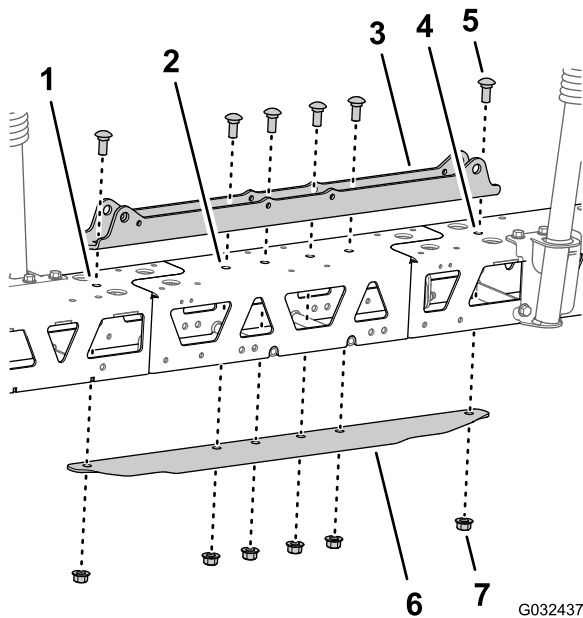

Figure 55
5. Placez les trous du support de vérin en face des trous dans l'axe du cadre en treillis et de l'extension de rampe centrale (Figure 55).
- Insérez la plaque de liaison dans le cadre en treillis et l'extension de rampe centrale, et alignez le trou dans la plaque de liaison et les trous dans l'axe des cadres en treillis et de l'extension de rampe centrale (Figure 55).
- Assemblez le support de vérin, les cadres en treillis, l'extension de rampe centrale et la plaque de liaison à l'aide des 2 boulons de carrosserie (1/2" x 1 1/4") et des 2 contre-écrous à embase (1/2") que vous avez retirés à l'opération 2 de Séparation des cadres en treillis de la section de pulvérisation centrale \(page 28\), et des 4 boulons de carrosserie (1/2" x 1 1/4") et des 4 contre-écrous à embase (1/2") du kit de finition du système de pulvérisation GeoLink (Figure 55).